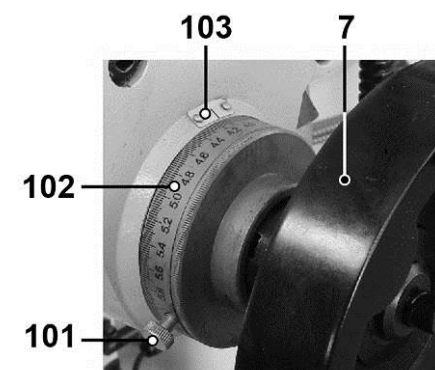

Рис. 39
- удерживая маховик (7), ослабить винт крепления (101), обнулить лимб (102) по шкале нониуса (103) и зафиксировать винтом крепления (101);
- расстояние фрезеруемого материала контролируется по шкале лимба (102), (1 деление = 0,02 мм) (Рис. 39).